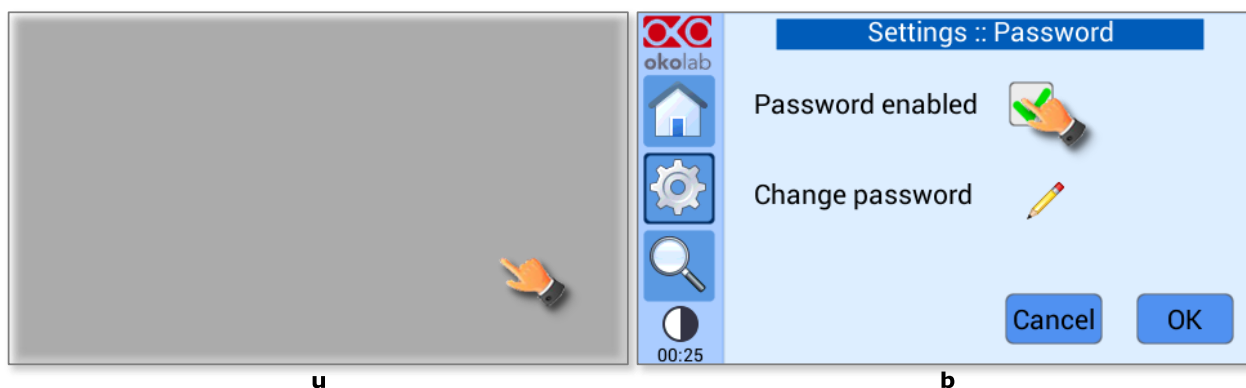

Figura 70. Parola d'ordine. (a) Menu impostazioni password; (b) Pagina secondaria della password
- 1 Premere l'icona Password , vedere la Figura 70(a)
- 2 Selezionare la scheda *Password abilitata* come mostrato in Figura 70(b)